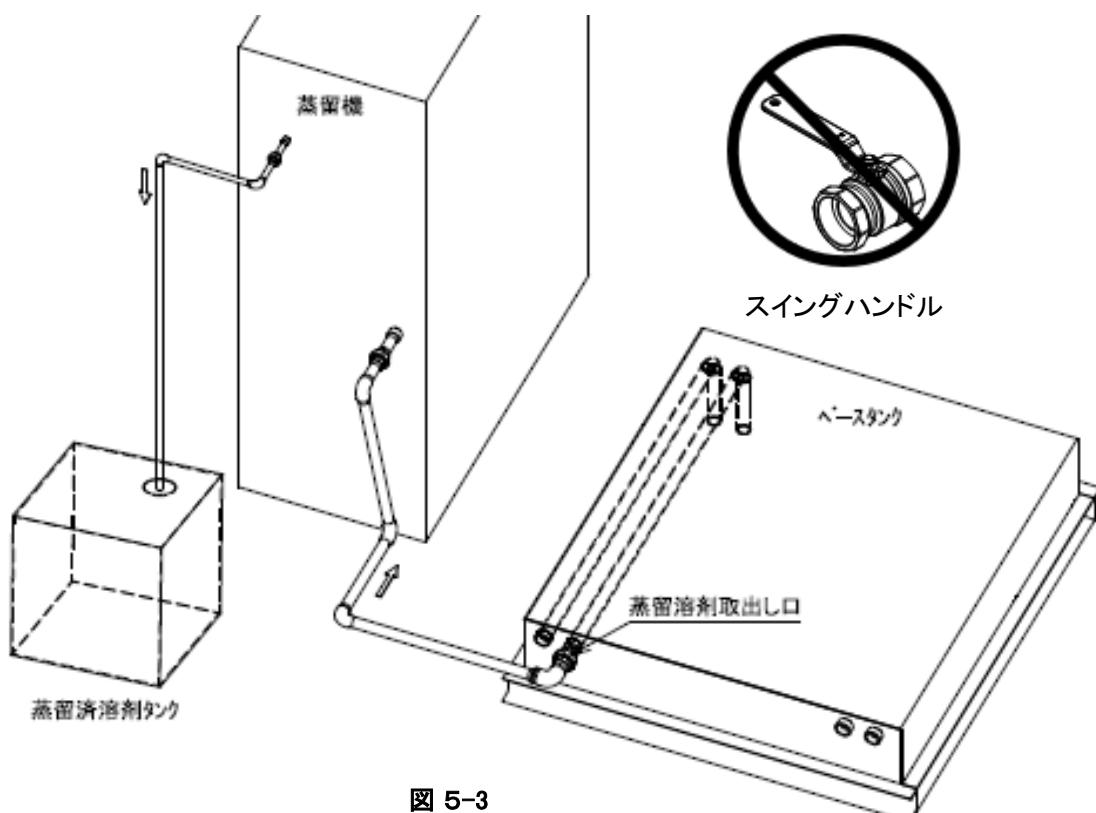

図 5-3
- ・ベースタンクから蒸留溶剤入口に直接接続する場合（図5-3）